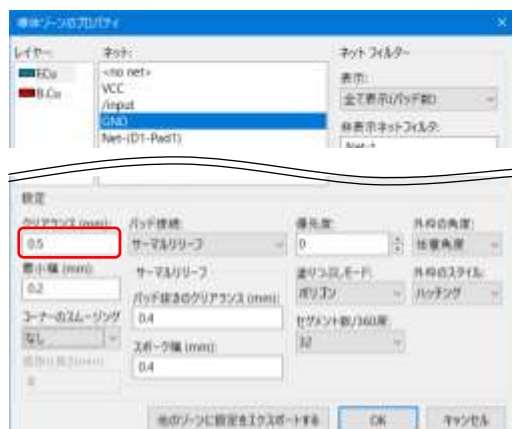

図 T2-3
- (3) 基板外形とベタグラウンドのクリアランスを大きくしたい場合は、領域線にマウスポインタを合わせショートカット E を入力して「導体ゾーンのプロパティ」を表示しクリアランス値を大きくします。例では 0.5mm 図 T2-3
- (4) DRC の実行またはショートカット B でベタグラウンドを生成します。